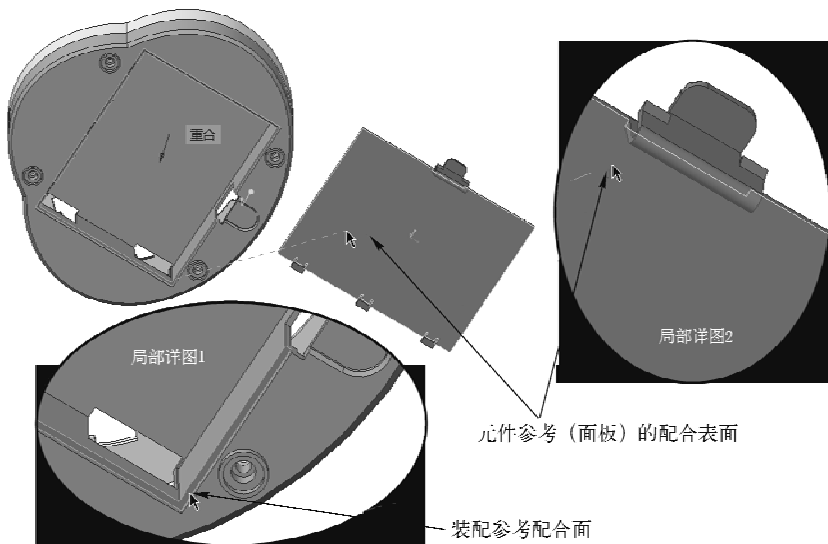

图 11-13 选择一组重合配合面
① 在功能区的“模型”选项卡的“元件”面板中单击“组装”按钮,接着利用弹出的“打开”对话框选择“tsm_lamp_3.prt”文件来打开。
② 在“元件放置”选项卡的“约束类型”下拉列表框中选择第一个约束类型为“重合”,接着在图形窗口中选择底座 1 的配合面和面盖零件 (tsm_lamp_3.prt) 的一个平面表曲面,如图 11-13 所示。接着单击“更改约束方向”按钮以获得合理的约束方向。